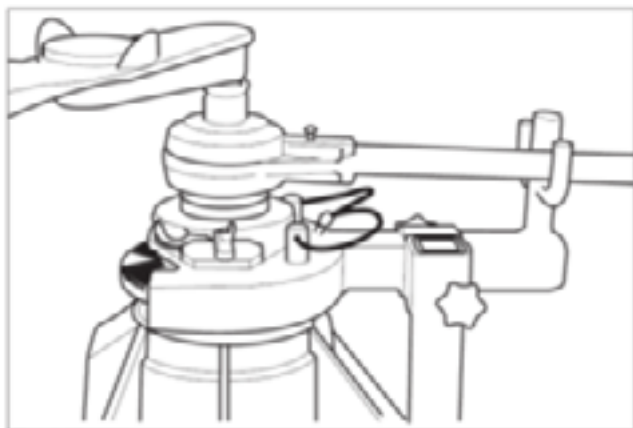

Fig. 4.15
10. Aperte a porca do pinhão de fixação do flange com um torque de 2000-2500 N.m (Fig. 4.15)